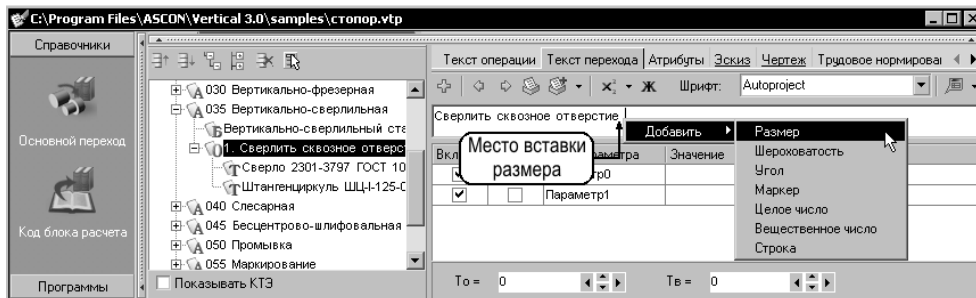

Рис. 9.13. Редактирование параметризованного перехода
2. Нажмите правую кнопку контекстного меню и в пункте **Добавить** выберите тип вставляемого параметра (например, на рис. 9.13 выбран тип «Размер»).